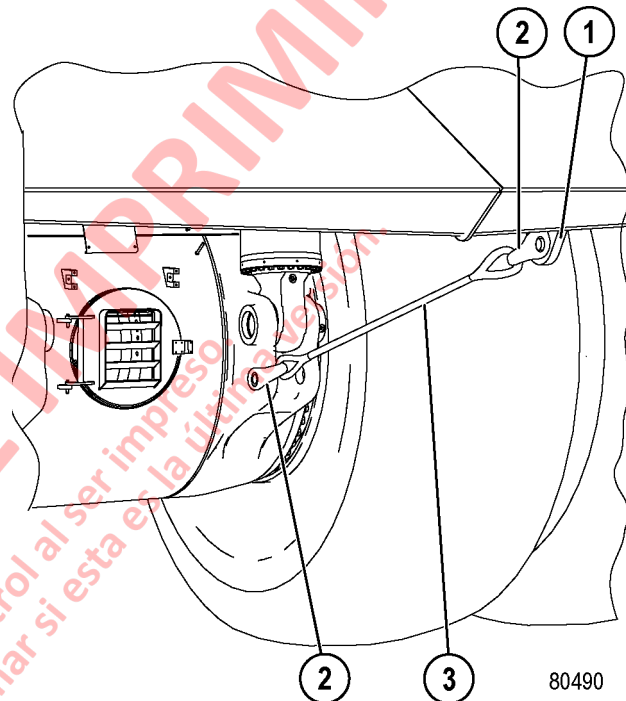

FIGURA 3-1. INSTALACIÓN DE LA ESLINGA DE RETENCIÓN DE LA TOLVA
2. Coloque dos grilletes (2, Figura 3-1) y una eslinga de retención de la tolva (3), entre el cáncamo trasero de la tolva (1) y la carcasa del eje.